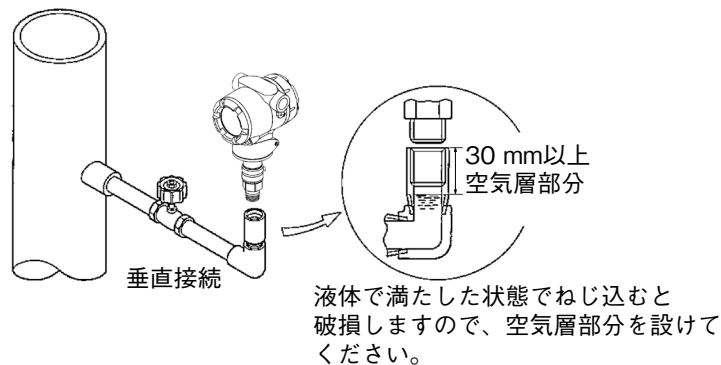

図 2-32 設置上の注意事項
- ・ プロセス本器に液体を満たした状態で本器を締め付けると、過大圧力が本器にかかり、本器が破損するおそれがあります。この場合、図 2-32 に示すように空気層部分を設けてください。